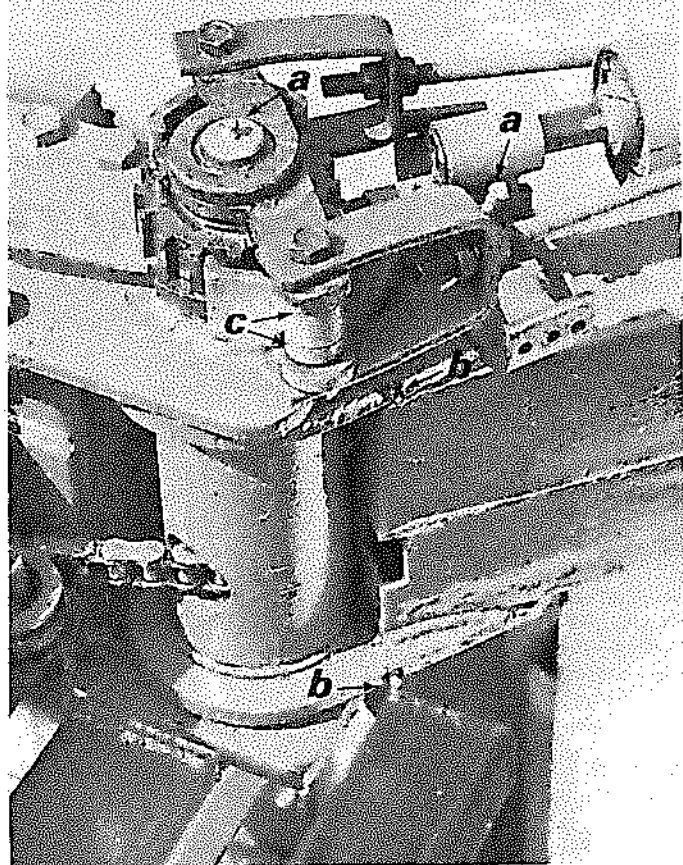

Figure 5. Points de graissage
- bagues à support mobiles tuyau extérieur Fig. 5 (2)
- mécanisme alimentaire Fig. 5 (2)
- les douilles sur lesquelles les cliquets du mécanisme alimentaire se trouvent (figure 5-C)